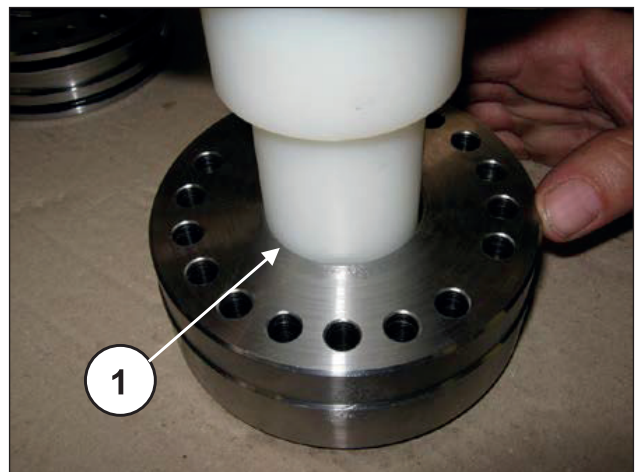

Fig. 198
Introducir, en el soporte de la junta HP, el anillo de cabecera (pos. ①, Fig. 196) y, a continuación, el paquete HP (alta presión); para evitar daños debido a la ligera interferencia entre la junta y el soporte de la junta HP, se recomienda utilizar un tampón de material plástico (pos. ①, Fig. 197 y Fig. 198).